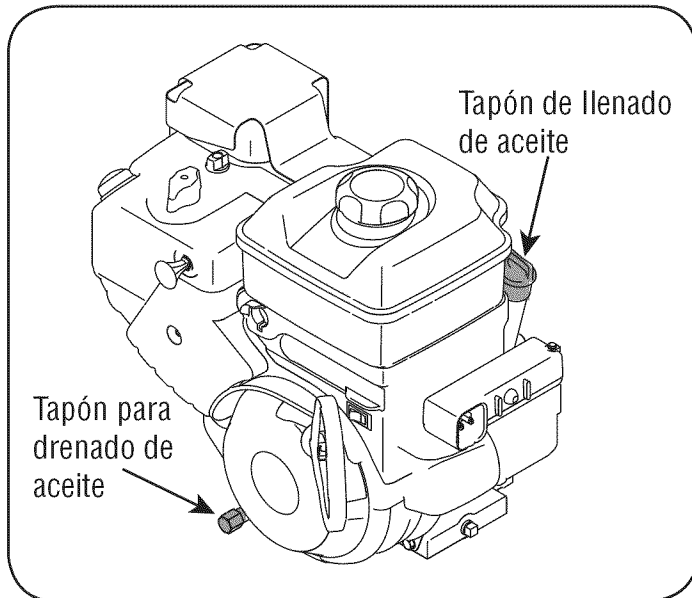

Figura 12
3. Con el motor LEJOS pero todavía calientan, quitan el enchufe de desagüe del aceite y drenan el petróleo en un receptáculo apropiado. Vea la Figura 12.